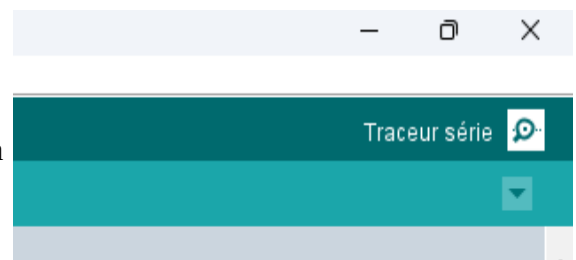

Figure 17: Position traceur série
- Ouvrir la communication série (loupe « Traceur série » en haut à droite de la fenêtre Arduino) et vérifier que l'on soit à 115 200 bauds (en bas à droite de la fenêtre série) (fig 17)